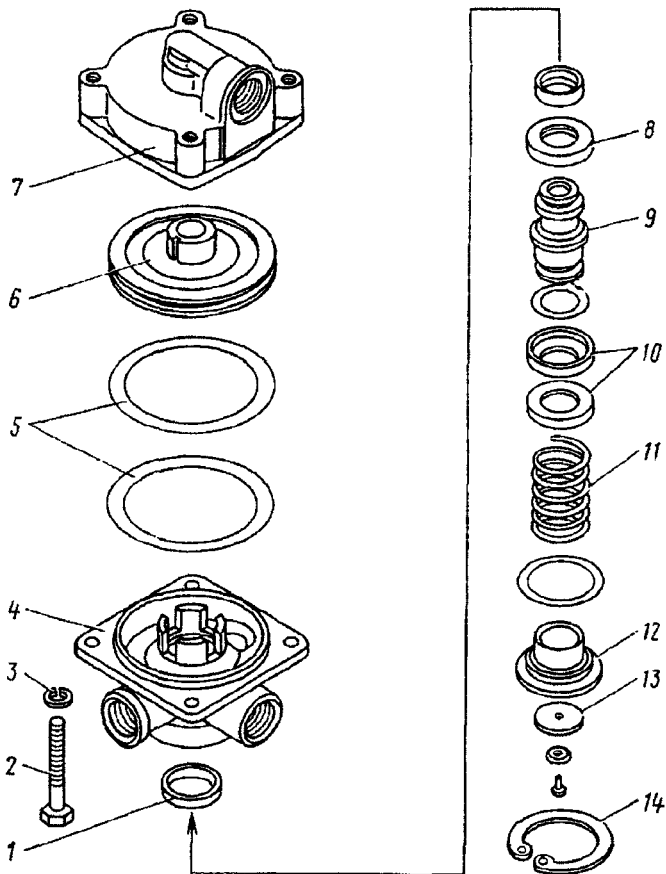

Рис. 313. Клапан ускорительный:
2. Выверните болты 2 (рис. 313) с шайбами 3 крепления верхнего корпуса 7 с нижним корпусом 4, снимите верхний корпус с тисков